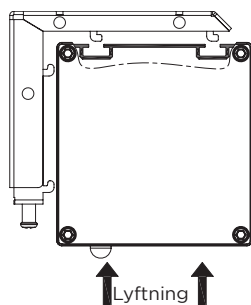
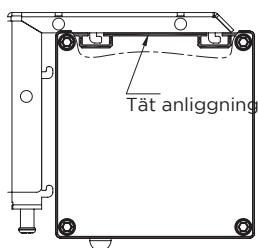
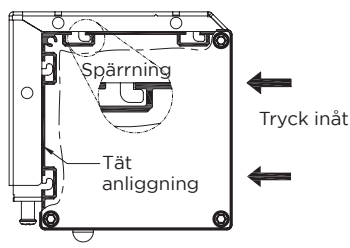

Bild 8
Bild 9
Bild 10
4. Lyft upp filmduken försiktigt. Rikta upp den mot de vågräta spärrarna i vinkelfästena. Se bild 8. För ihop filmdukskåpan och fästvinklarna så att spärrarna går in i kåpens ursparingar och det två komponenternas ytor ligger tätt mot varandra. Se bild 9. Tryck filmduken försiktigt mot väggen tills spärrklacken låser i filmdukskåpens bakre spår. Om allt har gått rätt, ska filmduken vara låst i läge och ligga tätt an vid baksidan så som bild 10 visar.